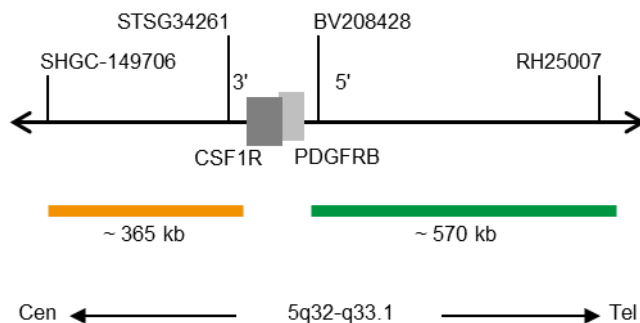

Abb. 1: SPEC CSF1R Sondenlokalisation (nicht maßstabsgetreu)
- ZyGreen (Anregung 503 nm/Emission 528 nm) markierten Polynukleotiden (~10,0 ng/μl), die gegen Sequenzen in 5q32-q33.1* (chr5:149,548,518-150,118,449) gerichtet sind, welche distal zur CSF1R-Bruchpunktregion lokalisiert sind (siehe Abb. 1).
- ZyOrange (Anregung 547 nm/Emission 572 nm) markierten Polynukleotiden (~4,5 ng/μl), die gegen Sequenzen in 5q32* (chr5:149,058,515-149,421,081) gerichtet sind, welche proximal zur CSF1R-Bruchpunktregion lokalisiert sind (siehe Abb. 1).